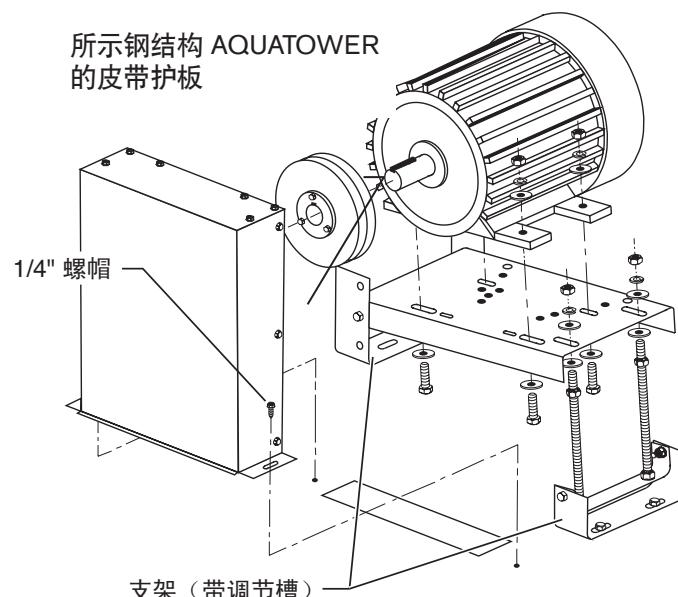
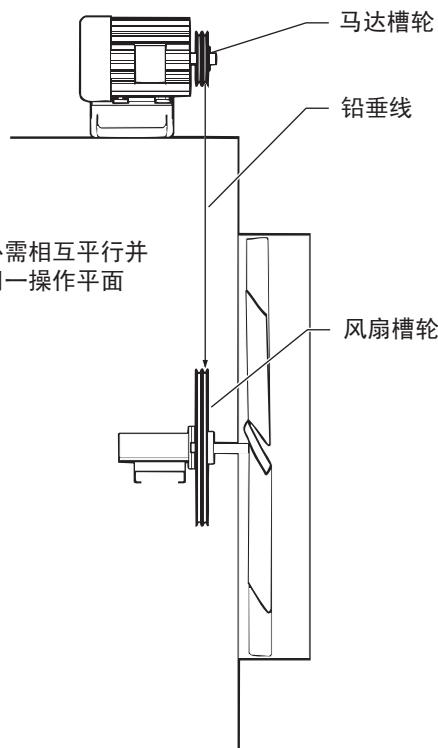
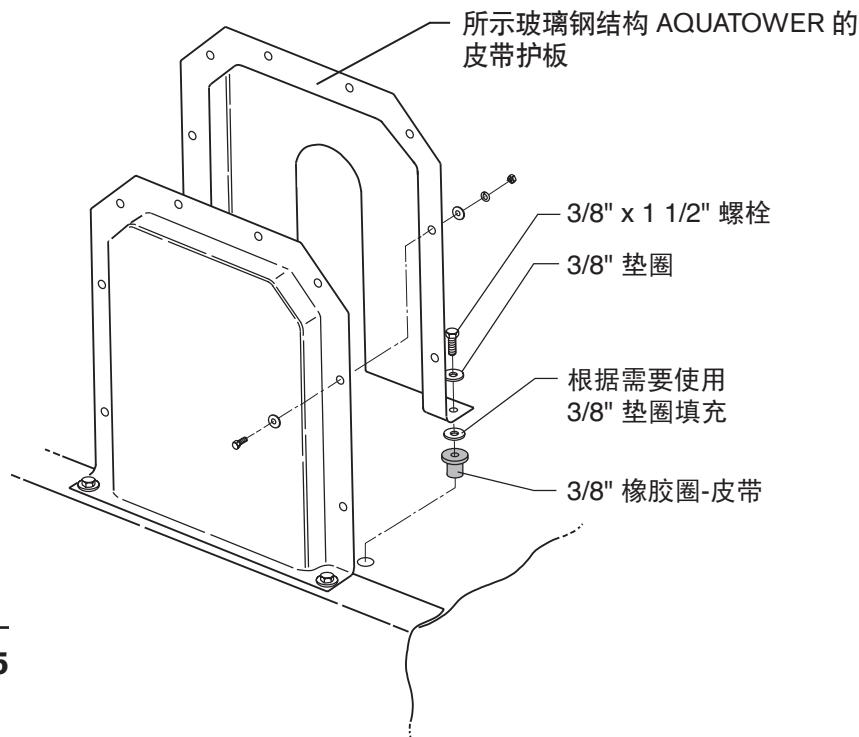

图 3
图 4
图 5
3. 使用提供的四个螺栓、平面垫圈、锁定垫圈和螺母将马达安装到马达基座上，请参见图 3。您可能需要松开调节螺栓并抬高马达基座，以便可以从马达基座下面拧紧马达固定螺栓。
5. 安装马达槽轮并将其与风扇槽轮对齐。马达支架上有开槽可以帮助对齐。请参见图 3。使用铅垂可以帮助对齐槽轮。请参见图 4。
8. 对于钢结构冷却塔, 如图3中所示安装皮带护板; 对于玻璃钢冷却塔, 请参见图 5。